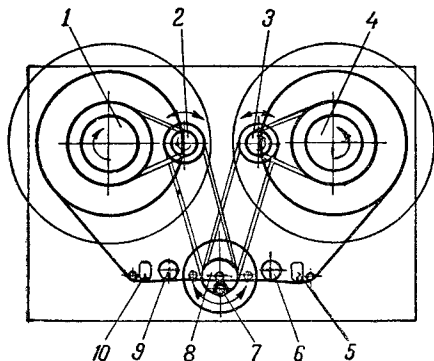

Рис. 56. Кинематическая схема лентопротяжного механизма.
**Лентопротяжный механизм.** Под декоративной панелью на литой раме расположен лентопротяжный механизм (рис. 55). Его кинематическая схема приведена на рис. 56.